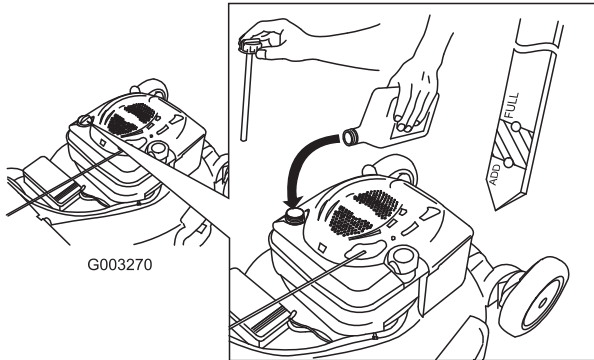

Bild 6
- Entfernen Sie den Peilstab (Bild 6) und füllen Sie Öl in den Einfüllstutzen bis ca. 3/4 des Füllvolumens des Kurbelgehäuses ein.
5. Nehmen Sie den Peilstab heraus und lesen Sie den Ölstand am Peilstab ab, siehe **Bild 6**.
- Füllen Sie bei einem zu niedrigen Ölstand langsam etwas Öl in den Öleinfüllstutzen: Wiederholen Sie die Schritte 3 bis 5, bis der Ölstand richtig ist, wie in **Bild 6** dargestellt.